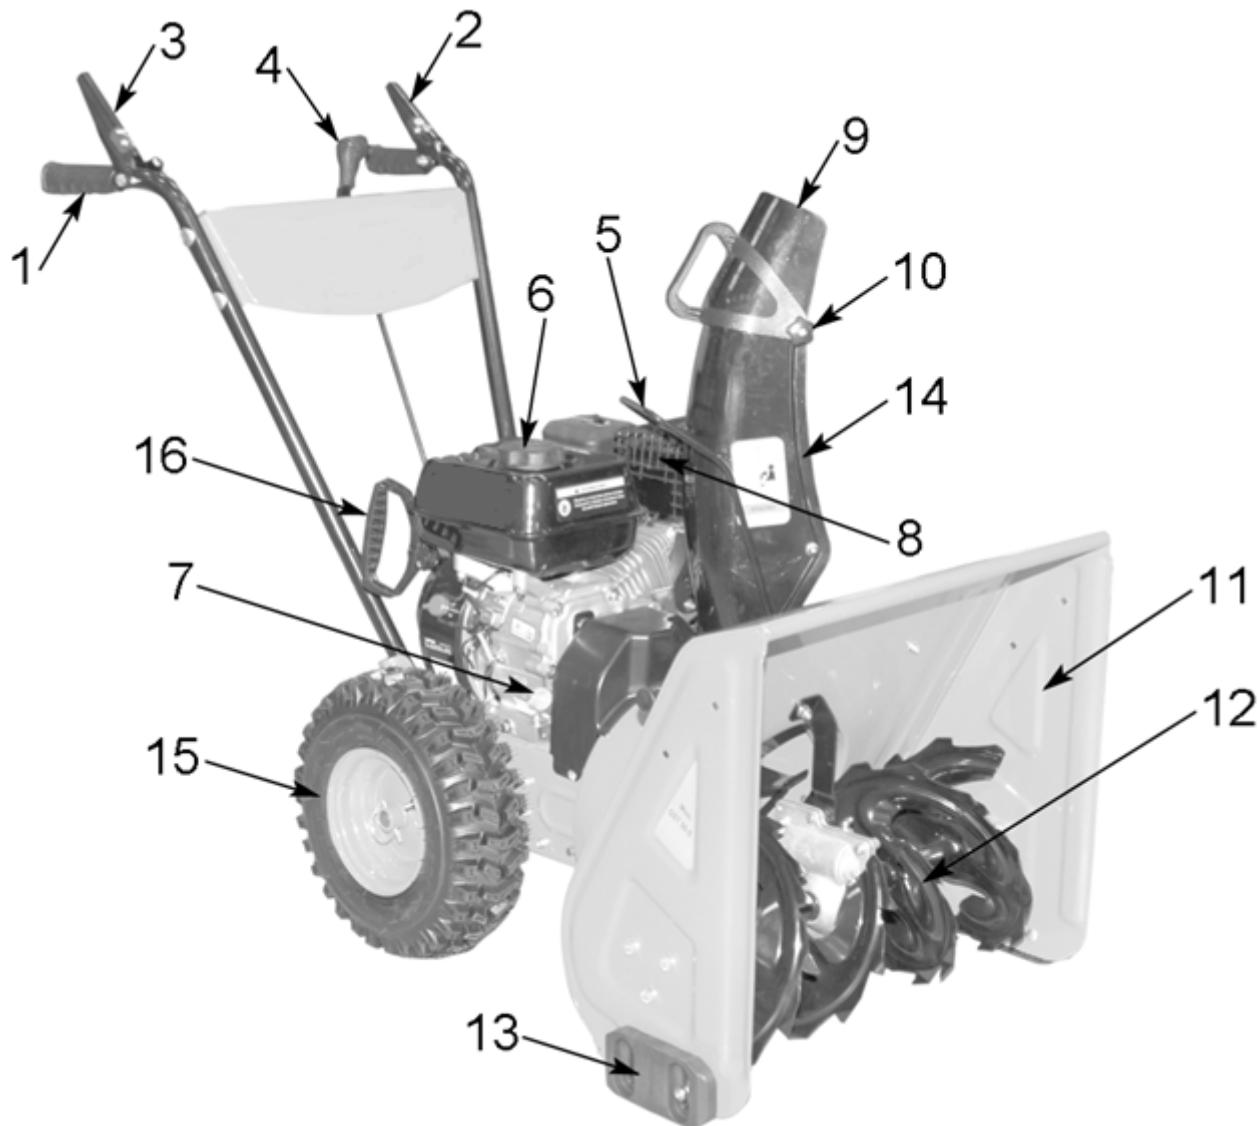

Рис. 1
- Снегоуборщик вращением лопастей шнека (12)(См. Рис.1) убирает снежный покров с ровных площадей, и через снегоотвод (14) выбрасывает его в выбранную сторону.
- Шнек (12)(См. Рис.1) - винтовой механизм в виде стержня с наклонными лопастями, приводимый в действие двигателем. Шнек захватывает, и транспортирует снежную массу внутрь снегоуборщика на врачающуюся
- Снегозаборник (11)(См. Рис.1) служит для захвата снега и направления его потока в рабочую зону снегоуборщика (на шнек).
#### **Рычаг привода колес (2)(См. Рис.1)**
- При нажатии рычага привода колес (2), включается система привода, и снегоуборщик начинает движение.
- При отпускании рычага привода колес (2), привод отключается, и снегоуборщик прекращает движение.
#### **Рычаг привода шнека (3)(См. Рис.1)**
- При нажатии рычага привода шнека (3), включается система привода, и лопасти шнека (12)(См. Рис.1) начинают вращение.
#### **Рычаг переключения скоростей (4)(См. Рис.1)**
- Для изменения скорости и направления движения: остановите снегоуборщик и вращение шнека, переведите рычаг (4)(См. Рис.1) в соответствующее выбранному режиму движения положение.
- Установите желоб снегоотвода (14)(См. Рис.1) на выпускной канал импеллера.
- Установить в отверстие на рычаге управления (2; 3)(См. Рис.1) верхний Z-образный конец троса (22)(См. Рис.5).
- Установите/замените ограничительные башмаки (13)(См. Рис.1; 7) с каждой стороны снегозаборника.
- Рычаги приводов колес и шнека (2) и (3) должны прижиматься к рукояткам руля управления (1)(См. Рис.1) без чрезмерных усилий.
- Проверьте работу рычагов (2) и (3)(См. Рис.1) привода колес и шнека.
- Рычаги (2) и (3) привода колес и шнека должны полностью прижиматься к рукоятке управления. Если этого не происходит, значит, тросики перетянуты, и их необходимо ослабить.